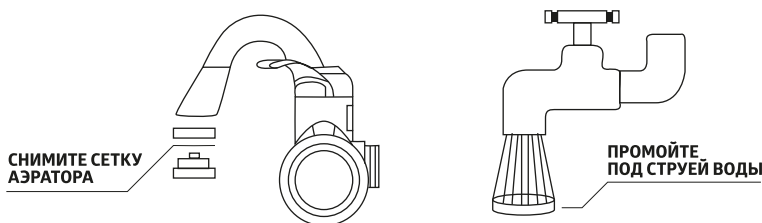

Рис. 6.
1. Для очистки сетки азратора снимите ее (рис. 6) и промойте под струей воды высокого давления. Если таким способом прочистить сетку азратора не удалось, используйте иглоу или шило.